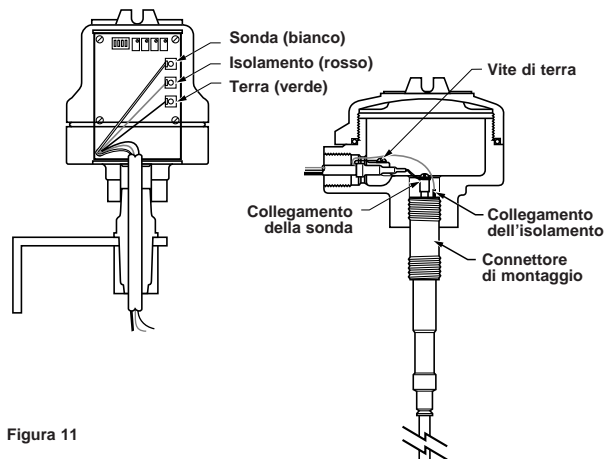

Figura 11
Durante la lettura delle istruzioni che seguono, fare riferimento alla **Figura 11**.
2. Avvitarla strettamente controllando che la chiave inglese venga posizionata SOLO sul dado inferiore. **Vedere Figura 11**.
3. Avvitare la custodia del preamplificatore sulla sonda. **Vedere Figura 11**.